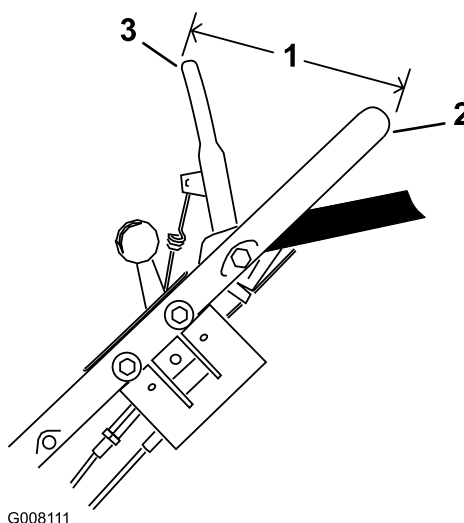

Figura 29
5. Sujete la barra de control de manera que la parte exterior de la misma quede a 5-1/2 pulgadas (14 cm) de la parte exterior del manillar, y tire del cable para eliminar la holgura, pero no tense el muelle (Figura 29).